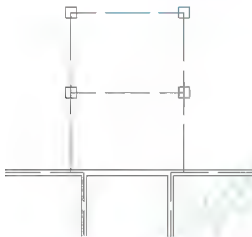

图 2.56 复制柱子
(1) 单击【修改】工具栏上的【复制】图标或在命令行输入“CO”并按 Enter 键, 启动【复制】命令。
① 在**选择对象**: 提示下, 选择矩形柱, 并按 Enter 键进入下一步命令。
② 在**指定基点或 [位移 (D)] < 位移 >**: 提示下, 捕捉 A 点 (1/4 轴线和 E 轴线的交点) 作为复制基点。
③ 在**指定基点或 [位移 (D)] < 位移 >**: 指定第二个点或 < 使用第一个点作为位移 >: 提示下, 分别捕捉 1/4 轴线和 F 轴线的交点、1/6 轴线和 E 轴线的交点、1/6 轴线和 F 轴线的交点, 这样便复制出另外 3 个柱子, 如图 2.56 所示。
(2) 学习【复制】命令一定要理解基点的作用, 基点的作用是使被复制出的对象能够